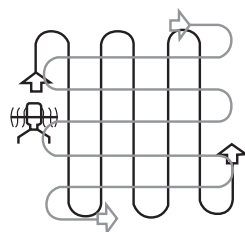

Fig. 28
6. Cultive ligeiramente sobrepondo linhas. O padrão mais eficiente para cultivar solos é mover o produto para cima e para baixo em linhas verticais, e depois mova o produto em linhas horizontais da esquerda para a direita (fig. 28). Isto irá manter as linhas direitas e assegurar que todo o terreno é cultivado sem falhar quaisquer pedaços.
7. Tome especial atenção aquando da mudança de direção. Aplique uma ligeira pressão nas pegas aderentes (3) para que as ponteiras sejam levantadas para rodar. Vire o produto orientado pelo deslize (26). Liberte, gradualmente, a pressão e movimento as ponteiras de volta até ao solo.